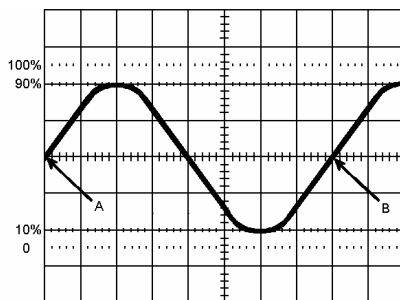

Рисунок 4-6
На рис.4-6 расстояние между точками А и В – 8 делений, коэффициент развертки – 2 мкс/ДЕЛ, следовательно, интервал времени равен 16мкс.
На рис. 4-6 показано измерение периода (Т) сигнала для последующего вычисления частоты сигнала (F). Например, для Т=16мкс частота вычисляется по следующей формуле: